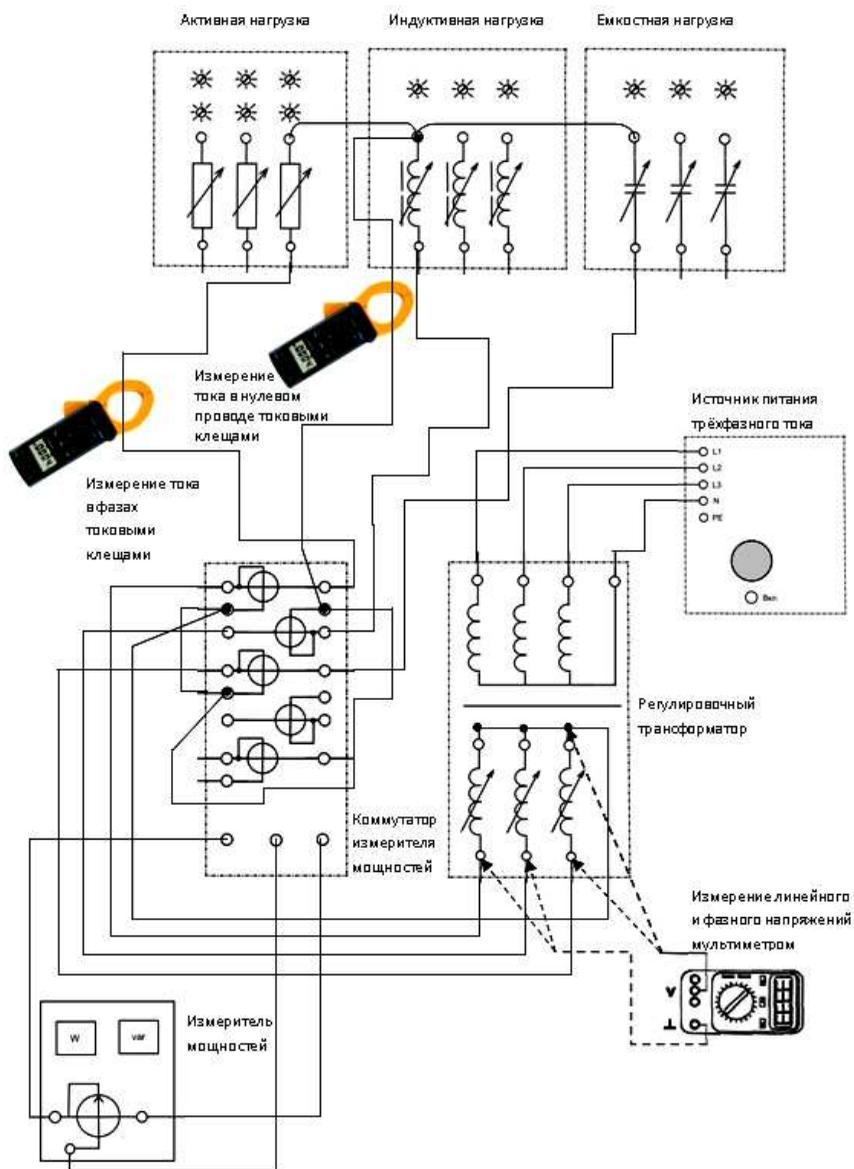

Рис. 4.2. Электрическая схема соединений активной, индуктивной и ёмкостной нагрузки по схеме «звезда»
7. Соедините активную, индуктивную и ёмкостную нагрузку по схеме «звезда» (рис. 4.2). Проведите измерения с нулевым проводом и без него. Измерьте значения линейных и фазных напряжений, напряжения смещения нейтрали, токов в фазах и нулевом проводе, активной и реактивной мощности. Показания приборов запишите в табл. 4.1.